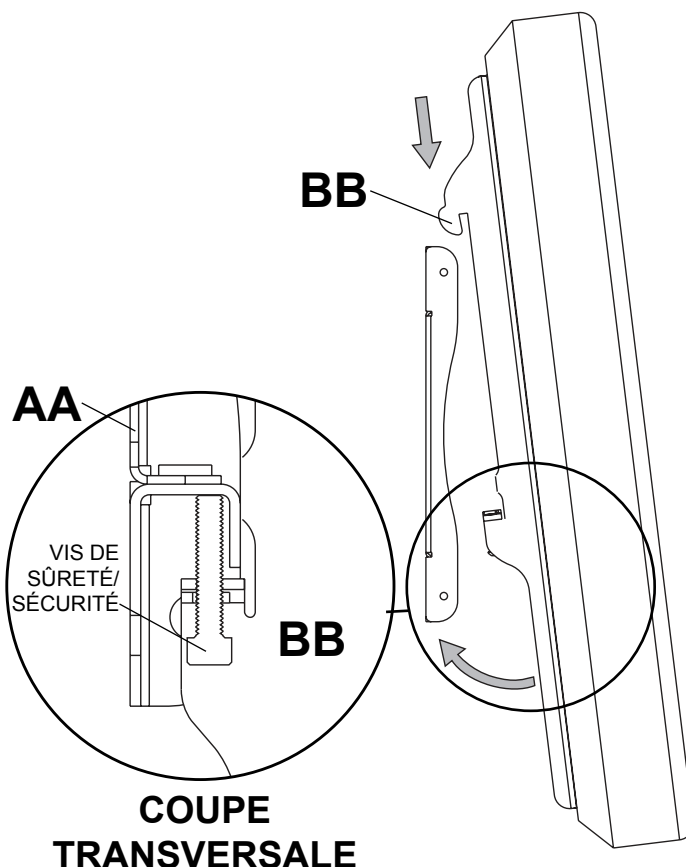

fig 3.1
- 3** Accrochez les supports adaptateurs (**BB**) à la plaque murale (**AA**). Puis, faites pivoter lentement l'écran vers l'intérieur, comme illustré. Tournez les vis de sûreté/sécurité à l'aide d'une clé hexagonale (**FF**) au moins six fois dans le sens horaire pour éviter le retrait de l'écran comme illustré dans la coupe transversale de la fig. 3.1. L'écran peut être réglé horizontalement selon le besoin comme illustré à la fig. 3.2.